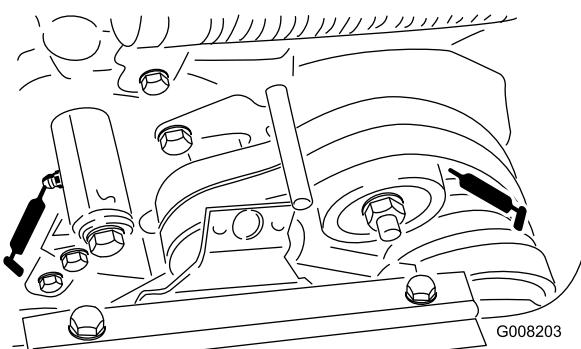

図 17
- ・ ベルト・アイドラーのピボット (2ヶ所) (図 17)。